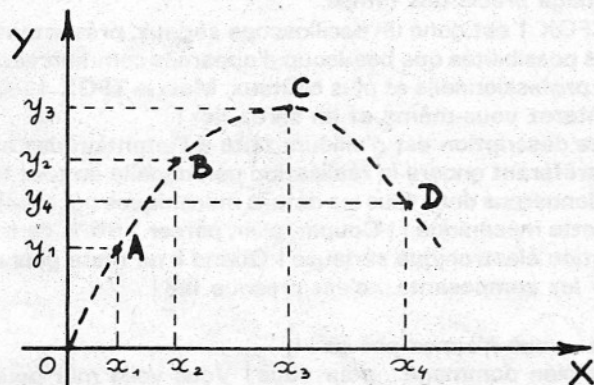

Fig. 2. - Système d'axes permettant la représentation graphique.
- un axe vertical, dit des Y et gradué en amplitude du signal. Voir figure 2.